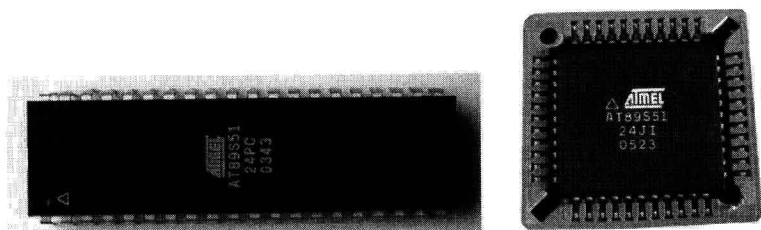

图 1-2-2 89S51
(1) 89S51
① 89S51 外观，如图 1-2-2 所示。